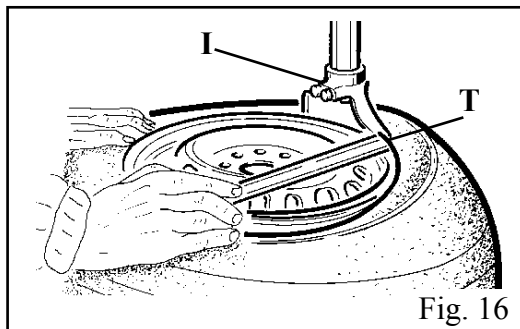

Fig. 16
- Con l'aiuto della leva (T), infilata fra tallone e la parte anteriore della torretta integrale (I), portare il tallone del pneumatico sopra la torretta stessa (Fig. 16)
Note: In order to avoid damaging the inner tube, if there is one, it is advisable to carry out this operation with the valve about 10 cm. right of the mounting head. (Fig. 16)
- С помощью монтировки (Т), расположенной между бортом и передней частью монтажной головки (I), переместите борт шины в положение над монтажной головкой (Рис. 16).
Mit Hilfe des Hebels (T), der zwischen den Reifenwulst und den vorderen Teil des Montierfußes (I) eingeführt ist, der Wulst nun über den Montierfuß einstellen (Abb. 16).